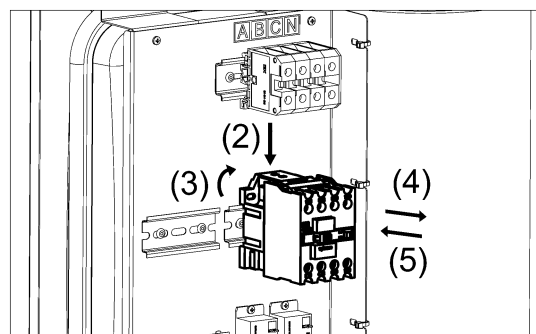

Рисунок 17. Замена электромагнитного контактора
- (1) Отсоедините все провода подходящие к контактору (см. рис. 17);
- (2) Нажмите плоской отвёрткой на “язычок” контактора;
- (3) Чуть поверните контактор в сторону;
- (4) (Снимите контактор с DIN-рейки;
- (5) Установите новый контактор на DIN-рейку взамен прежнему;
- (6) Подсоедините к контактору провода в соответствии со схемами приведёнными в Приложении Г.